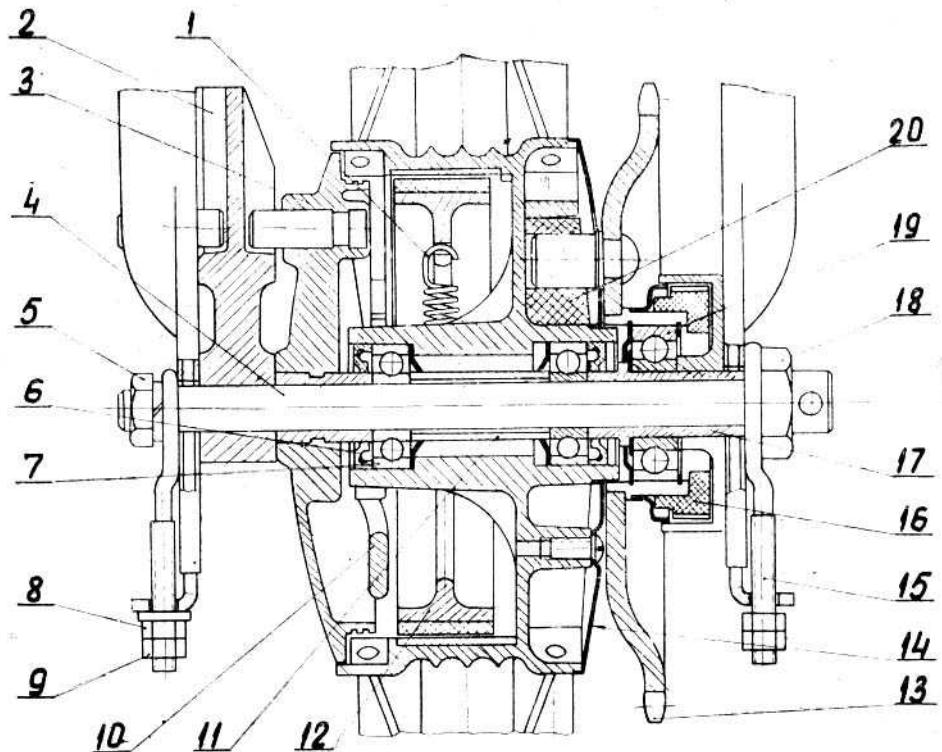

Рис. 12 — Задняя втулка:
Порядок снятия заднего колеса (рис. 12):
1. Ослабить гайки заднего колеса 5 и 18 (рис. 12).
4. Затянуть контргайки 1 (рис. 9) и гайки заднего колеса 5 и 18 (рис. 12).